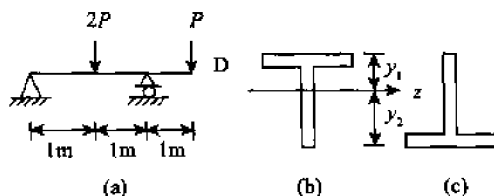

图 5-27
(1) 按图 5-27(a) 放置时的许用载荷 $[P]$ 。
(2) 按图 5-27(b)、(c) 两种放置哪种合理? 为什么?